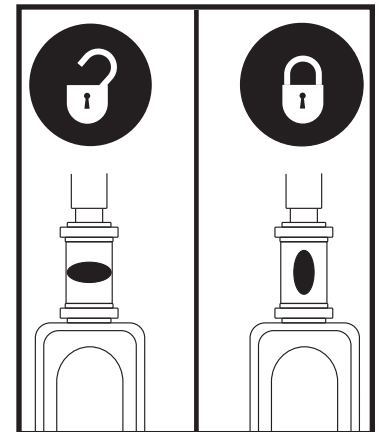

Figure 32. Bouton de verrouillage du guidon
2. Pour bloquer le guidon en ligne droite, pesez sur le bouton et tournez-le 90° dans le sens des aiguilles d'une montre. **Voir la figure 32.** La roue avant doit faire face à l'avant afin de pouvoir bloquer le guidon.
1. Retirez la clé du contact et puis pour bloquer le guidon en ligne droite, pesez sur le bouton et tournez-le 90° dans le sens des aiguilles d'une montre. **Voir la figure 32.** La roue avant doit faire face à l'avant afin de pouvoir bloquer le guidon.
6. D ebloquez la roue avant en tournant le bouton de blocage 90  dans le sens oppos e aux aiguilles d'une montre. **Voir la figure 32.**